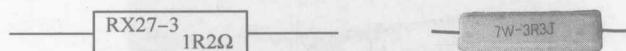

图 1-5 直标法电阻器的外形图
(1) 直标法。直标法是将电阻器的标称值用数字和文字符号直接标在电阻体上，其允许误差用百分数表示，未标偏差值的即为 $\pm 20\%$ 的允许误差。直标法电阻器外形如图 1-5 所示。